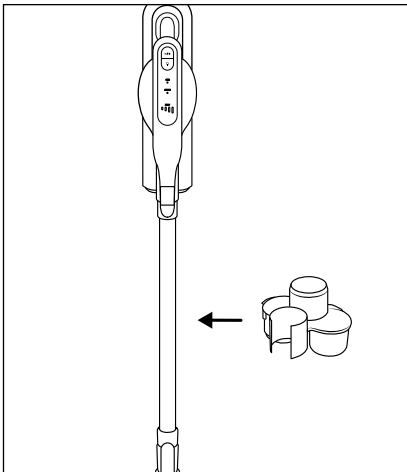

Fig. 19
- ◆ Fixez le support pour accessoires **17** sur le tube d'aspiration **24** (voir fig. 19).